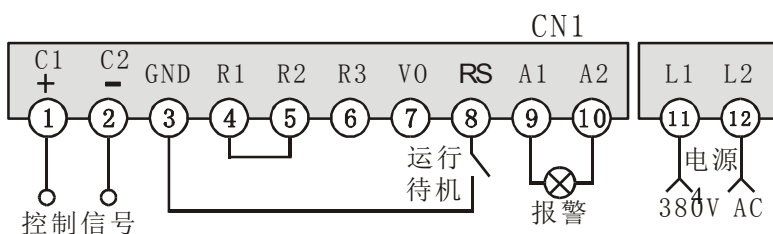

图 1: 最简自动控制接线图
为调试可靠、顺利地进行，一般先接假负载(如：100~200W 灯泡、电炉等)。负载电压变化应连续、均匀、平稳，不应出现突跳、抖动或变化趋势与输入信号不成线性关系等现象。可按最简接线图(图 1)接线，进行自动或手动调试。
7.1. 自动调试：将控制信号的输出接到 C1、C2 端，R1、R2 短路，按图 1 的自动控制接线，输入变化信号逐步增大时，绿色输入灯亮度和负载电压应随输入增大而增大。